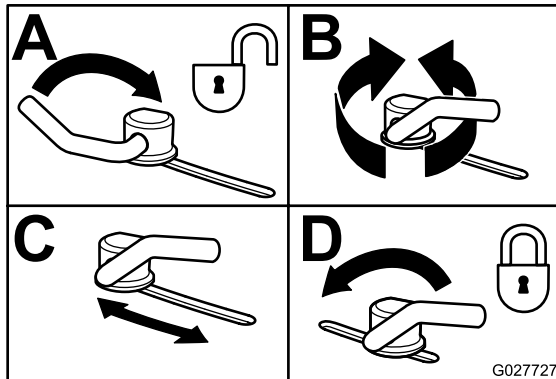

Figura 38
3. Per regolare i blocchi delle camme alzate la leva e allentate i blocchi (Figura 38).
- Spostate la leva sopra per serrare il deflettore e i blocchi delle camme (Figura 38).